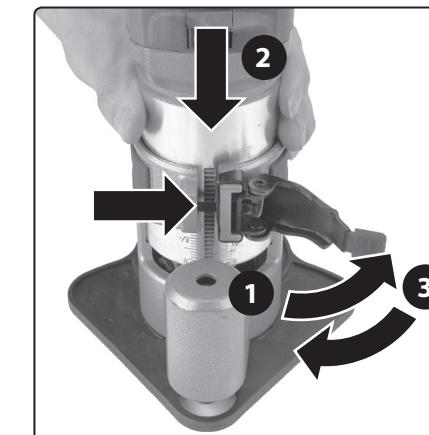

Abb. 26F
- Öffnen Sie den Klemmhebel der vorgesetzten Grundplatte und setzen Sie die Motoreinheit so in die Grundplatte ein, dass sich die vertikale glatte Nut am Fräsekörper an der Querverbindungsschraube befindet, wie in Abb. 26F gezeigt. Rasten Sie danach den Spannhebel der Grundplatte wieder ein.